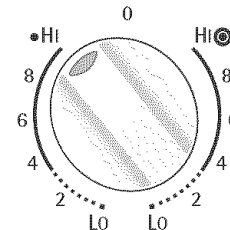

Figura 3
La cubierta está equipada con un elemento superior radiante doble situado en la posición delantera derecha y izquierda (Ver Figuras 1 & 2). Los símbolos en el panel de control se usan para indicar que serpentín del elemento radiante doble se calentará. El símbolo ● indica que solamente el serpentín interior se calentará (Figura 3). El símbolo ●◉ indica que se calentarán tanto el serpentín exterior como el interior (Figura 4). Usted puede cambiar cualquiera de estos dos ajustes en cualquier momento mientras esté cocinando.
2. Oprima y gire la perilla de control a la izquierda (Ver Figura 3) para un utensilio de cocina más pequeño o a la derecha (Ver Figura 4) para un utensilio más grande.